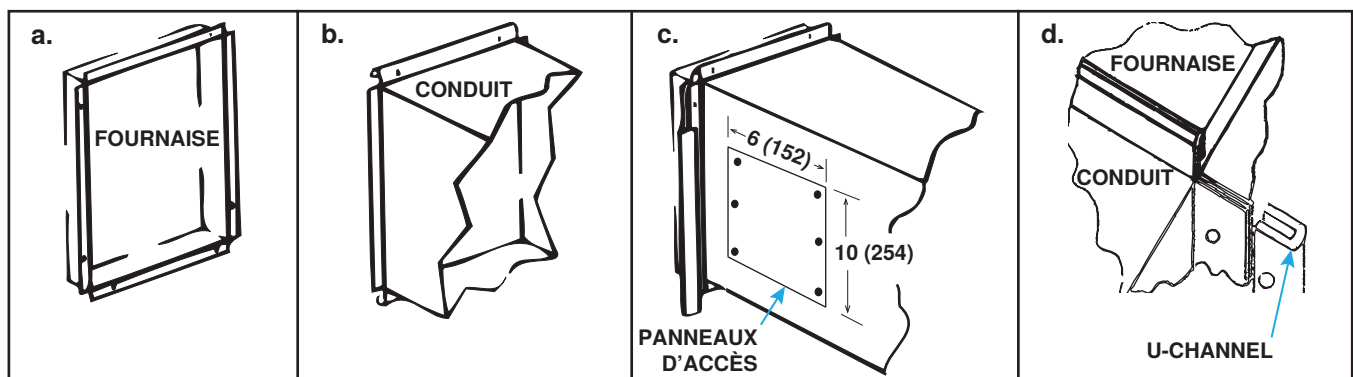

Figure 5. Raccordement des conduits à la fournaise
- **Raccordement horizontal du conduit d'alimentation en air au la fournaise** : Branchez le conduit au la fournaise conformément aux étapes suivantes illustrées à la Figure 5 :
- **Panneaux d'accès** : Les conduits doivent être dotés de panneaux d'accès (voir Figure 5) du côté en amont et du côté en aval de l'appareil de chauffage. Les ouvertures doivent être accessibles lorsque l'appareil de chauffage est en marche et doivent avoir au moins 6 × 10 pouces (152 × 254 mm) pour permettre à la fumée ou à la lumière réfléchie d'être observée en cas de fuite de l'échangeur d'air. Attachez les panneaux de manière à éviter les pertes de chaleur.